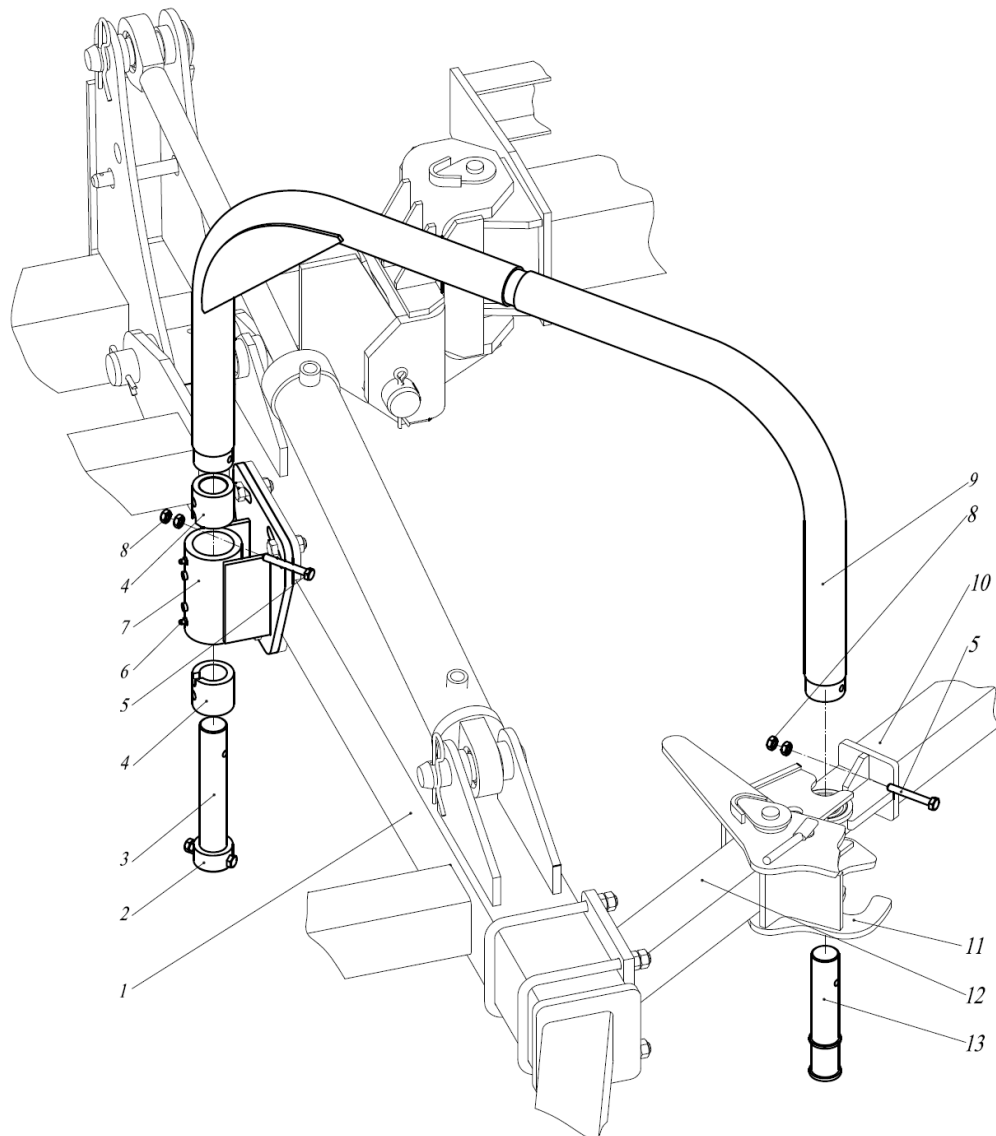

Рис.16 Водило в сборе СГВ 01.240
2.1.12 Водило в сборе (рис.16) служит для удерживания свободного конца растяжки 10 в транспортном положении и обеспечивает соединение растяжки 10 через ось водила 13 с захватом кронштейна 12 без прямого участия тракториста. Водило в сборе состоит водила 9, собранного через втулки 4 осью 3 с корпусом 7. Второй конец водила собран с корпусом растяжки 10 осью 13.